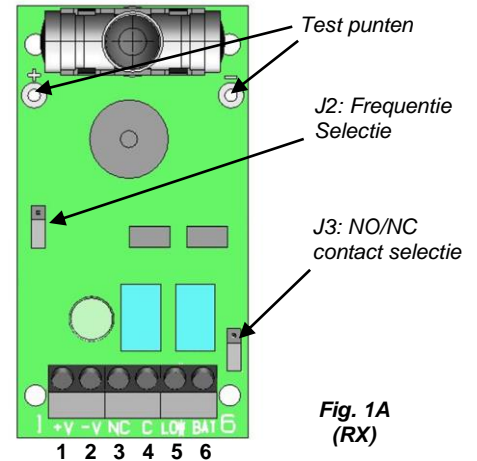

Fig. 1A
- Met een voltmeter, die voor het meten van wisselspanning, meting van de waarde van de ontvanger testpunten. (Fig. 1A). Deze waarde varieert met verschillende parameters, waaronder de afstand tussen de fotocellen. Hoe hoger de spanningswaarde op de testpunten hoe beter de uitlijning. De ideale maat moet tussen 0,5 en 0,6 VAC.